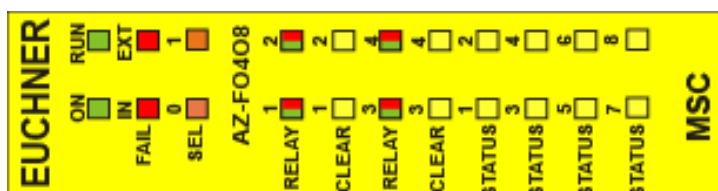

Figura 37:
8.4.10. Módulo AZ-FO408 (Figura 37)